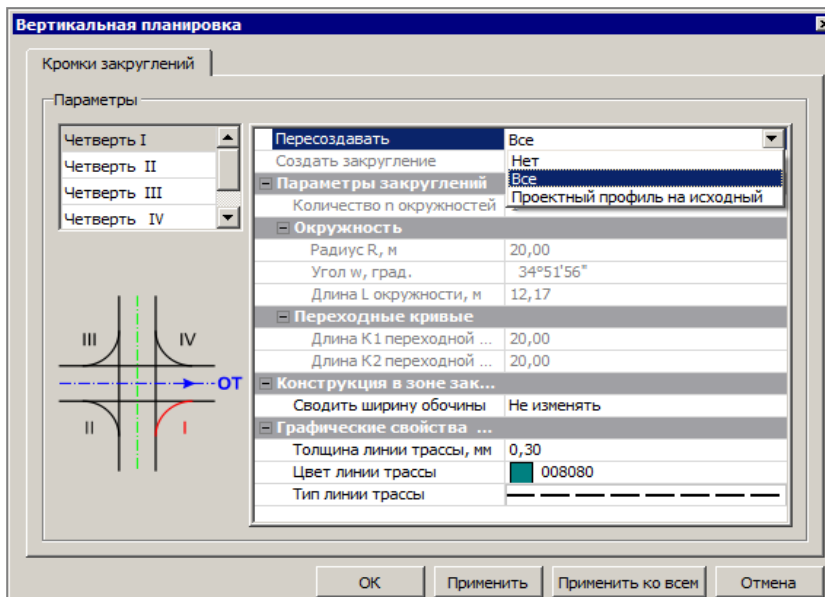

Рис. 26.53
- II. После выбора команды **Вертикальная планировка** открываем одноименный диалог и применяем одну из настроек в строке **Пересоздать** для выбранной четверти (рис. 26.53).
- Если выбрано значение *Проектный профиль на исходный* (рис. 26.53), то профиль по кромке закругления, изменённый в окне продольного профиля или при помощи команды **Изменить профиль кромки закругления**, будет восстановлен в данной четверти как при первичном создании вертикальной планировки – в виде сплайна с гладким сопряжением кромок (без изломов).